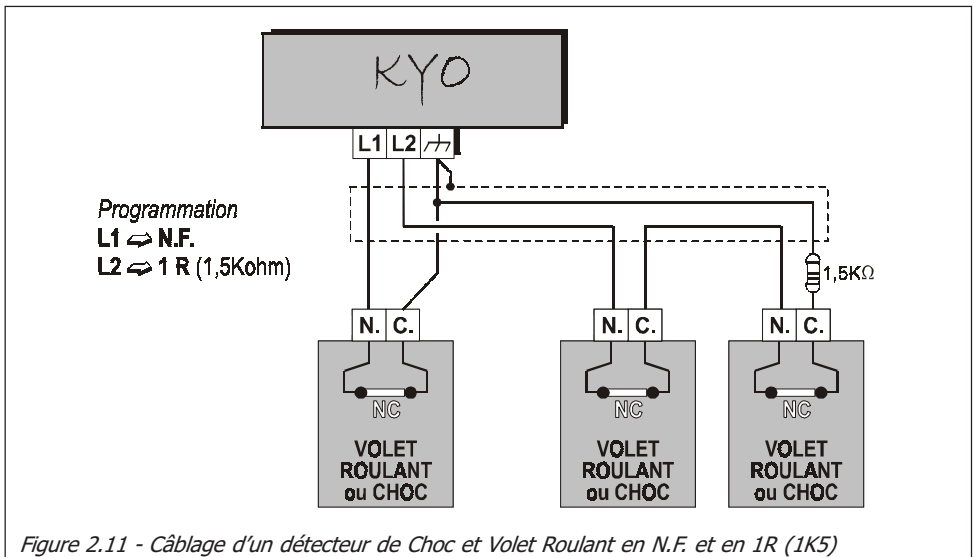

Figure 2.11 - Câblage d'un détecteur de Choc et Volet Roulant en N.F. et en 1R (1K5)
Les Zones 1 à 6 de la KYO8 et KYO32 et toutes les Zones de KYO4 acceptent les détecteurs Choc et Volet Roulant. Les zones doivent être programmées **Choc** ou **Volet Roulant** (se référer à la Section 'PROGRAMMATION VIA PC'), en **N.F.** ou **1R**. La Figure 2.11 illustre ce type de connexion .
*La résistance de 1,5 KOhms doit être connectée sur le dernier détecteur, voir Figure 2.11.*